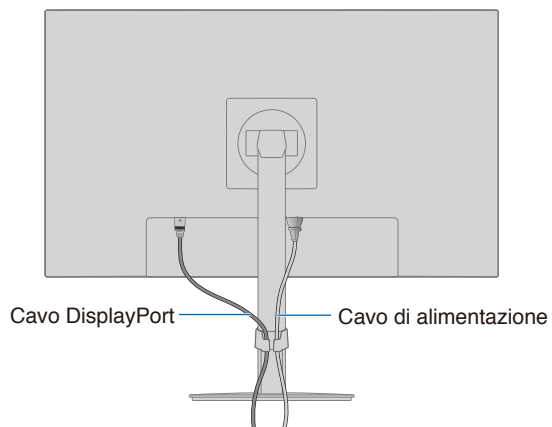
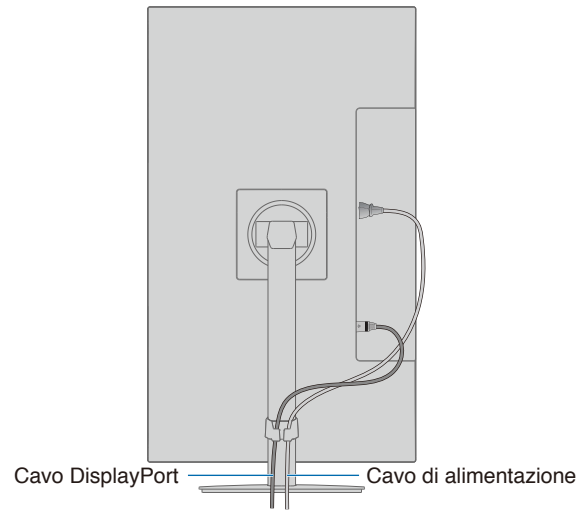

Figura 5
Figura 6
4. Controllare che sia ancora possibile ruotare, sollevare e abbassare lo schermo del monitor dopo aver installato i cavi (**Figura 5 e Figura 6**).